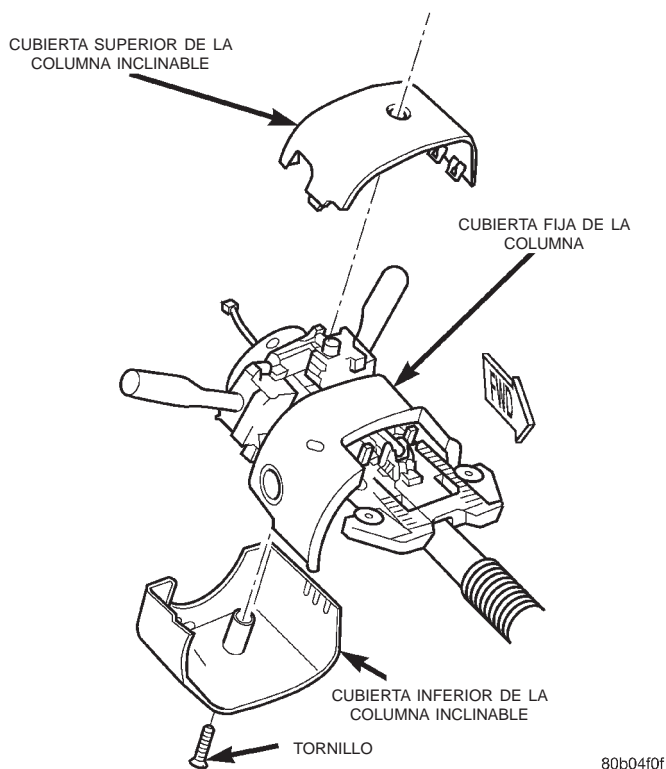

Fig. 33 Desmontaje e instalación de las cubiertas de la columna de dirección
(8) Retire la tapa de fusibles del tablero de conexiones. Para informarse sobre los procedimientos, consulte **Cubierta de fusibles del tablero de instrumentos** en la sección Desmontaje e instalación de este grupo.
(9) Retire el marco del grupo de instrumentos del tablero de instrumentos. Para informarse sobre los procedimientos, consulte **Marco del grupo de instrumentos** en la sección Desmontaje e instalación de este grupo.
(10) Retire la cubierta de la abertura de la cubierta de dirección del tablero de instrumentos. Para informarse sobre los procedimientos, consulte **Cubierta de la abertura de la columna de dirección** en la sección Desmontaje e instalación de este grupo.
(11) Retire el soporte de la columna de dirección del tablero de instrumentos. Para informarse sobre los procedimientos, consulte **Soporte de la columna de dirección del tablero de instrumentos** en la sección Desmontaje e instalación de este grupo.
(12) Retire el tornillo que fija la cubierta inferior de la columna de dirección inclinable al alojamiento de instalación del conmutador multifunción de la columna de dirección (Fig. 33).